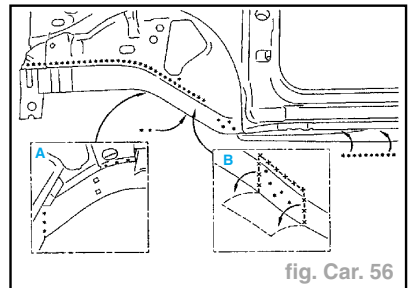

fig. Car. 56
- Dégrafer les points à l'aide d'une fraise de diamètre = **8 mm** (fig. Car. 56).